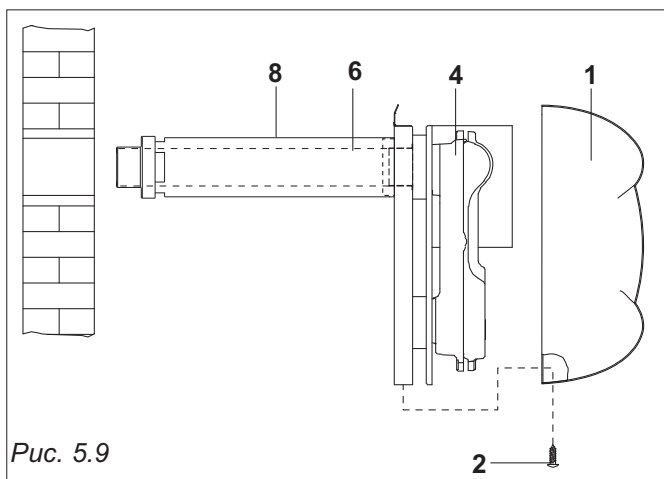

Рис. 5.9
- 4) Снять кожух (1), ослабив крепежные винты (2) (см. рис. 5.9)
- 8) Установить радиатор (4) (рис. 5.9) на стене в соответствии с ранее проделанным отверстием для дымохода и закрепить с помощью винтов.